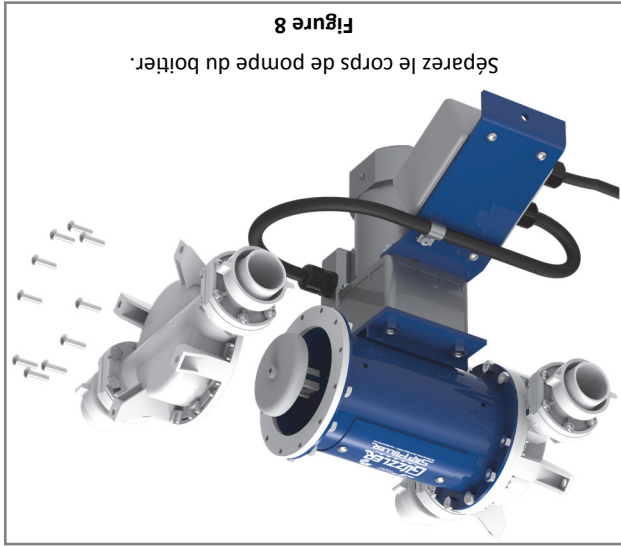

Figure 8
4. Remove the 10 screws holding the pump body to the housing. (Figure 8)
4. Enlevez les 10 boulons qui maintiennent ensemble le corps de pompe au boîtier. (Figure 8)